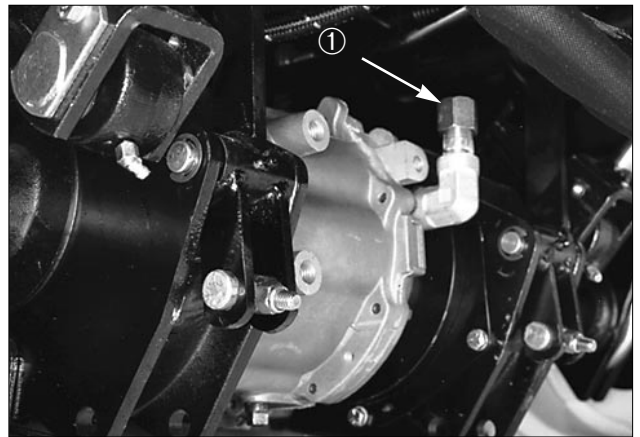

Bild 7.
3. Die Ölmeßstabkappe (Bild 7) vom Ölfüllrohr entfernen und mit einem sauberen Lappen abwischen. Die Meßstabkappe handfest auf das Füllrohr aufdrehen. Den Ölmeßstab abschrauben und den Ölstand messen. Wenn sich der Ölstand nicht 12 mm von der Auskerbung am Meßstab befindet, so viel Öl nachfüllen, bis der Stand die Auskerbung erreicht. NICHT mehr als 12mm über die Auskerbung ÜBERFÜLLEN!